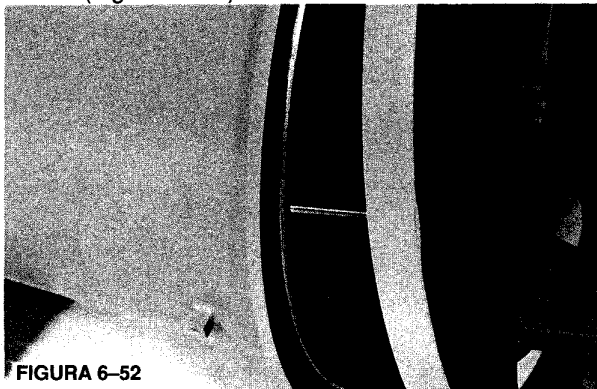
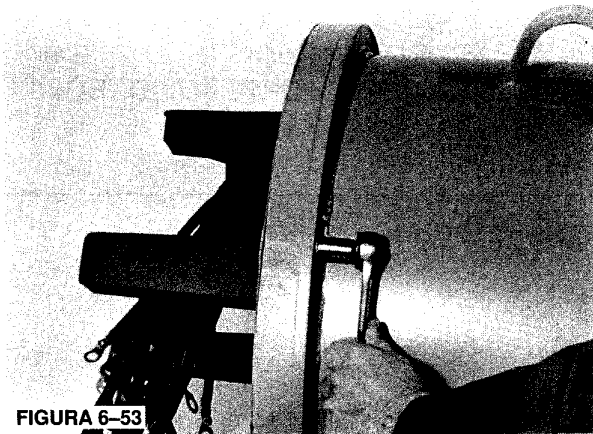

FIGURA 6-52
FIGURA 6-53
1. Instale dos clavijas de guía (pueden usarse varillas roscadas) en el lado del generador de los orificios de montaje del soporte del extremo. Alinee las clavijas de guía con los orificios en el bastidor del generador, y deslice el soporte en el bastidor. (Figura 6-52.) Instale tornillos de casquete para montaje del soporte. (Figura 6-53.)